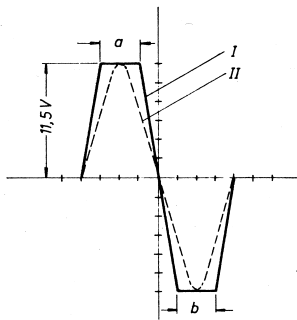

Bild 3 Symmetrierung der Amplitude nach Abs. 2.7.1
**2.7.1** Verstärker nach Abs. 2.4 bzw. 2.6 aussteuern. Eingangsspannung etwas erhöhen, bis sich am Ausgang des Verstärkers ein Oszillogramm nach Kurve I/Bild 3 ergibt. (Verstärker ist übersteuert).
**2.7.2** Mit Einstellregler R 226 (Punkt (f) Bild 9) Amplitude symmetrieren, so daß die Abstände „a“ „b“ der Kurve I in Bild 3 gleich sind.
**2.7.3** Eingangsspannung wieder verringern und gleichzeitig mit R 226 Symmetrie der Amplitude aufrecht erhalten, bis verzerrungsfreie Sinuskurve (Kurve II, Bild 3) sichtbar wird.